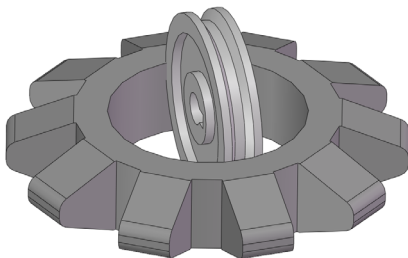

图 10-5 插入零部件效果
(5) 返回到【插入零部件】属性管理器，在绘图区中的适当位置处，单击鼠标左键，即可插入零部件，效果如图 10-5 所示。